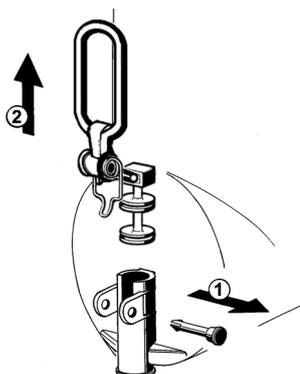

figura 11
5 Desarmar el grifo respetando la secuencia indicada (ver figura 11).
- 3 Armar de nuevo el grifo sobre el contenedor siguiendo la secuencia inversa a la detallada para el desmontaje (ver figura 11).